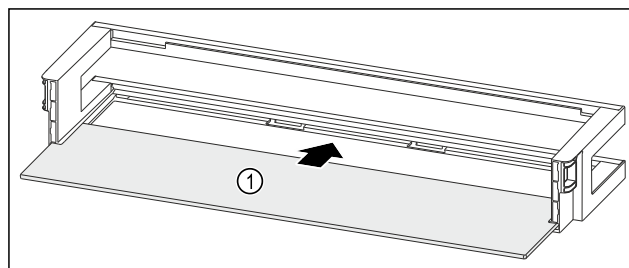

Fig. 87 Raft montat pe ușă cu raft
- Împingeți în interior raftul Fig. 87 (1) în degajările laterale.